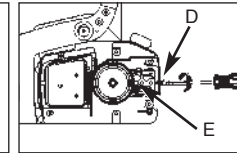

Bild. 3D
3. Drehen Sie die Justierschraube (D) mit einem Schraubenzieher ENTGEGEN DEM UHRZEIGERSINN, bis die ANGEL (E) (herausstehende Spitze) sich am Ende ihrer Schiebstrecke in Richtung Kupplungswalze und Zahnrad befindet (Bild. 3D).